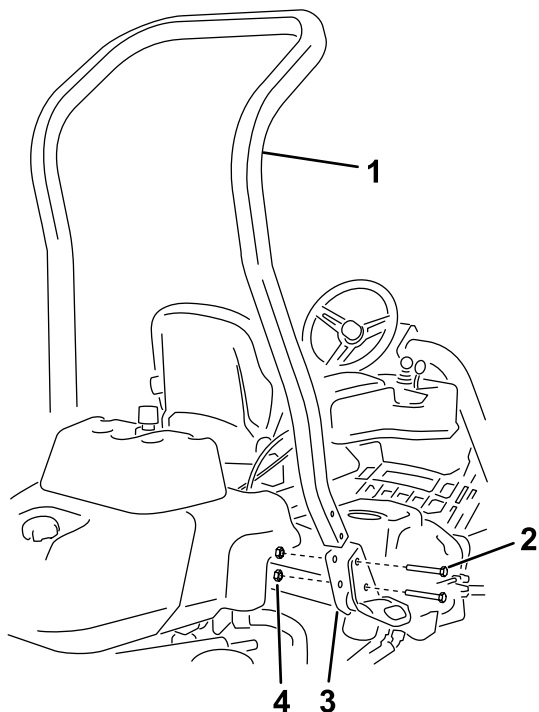

Figura 3
- Utilizați 4 uruburi ($\frac{1}{2} \times 3\frac{3}{4}$ ") i 4 piulițe cu guler ($\frac{1}{2}$ ") pentru a monta bara antirului în suportii ROPS de pe fiecare parte a mainii, aa cum se arată în Figura 3.